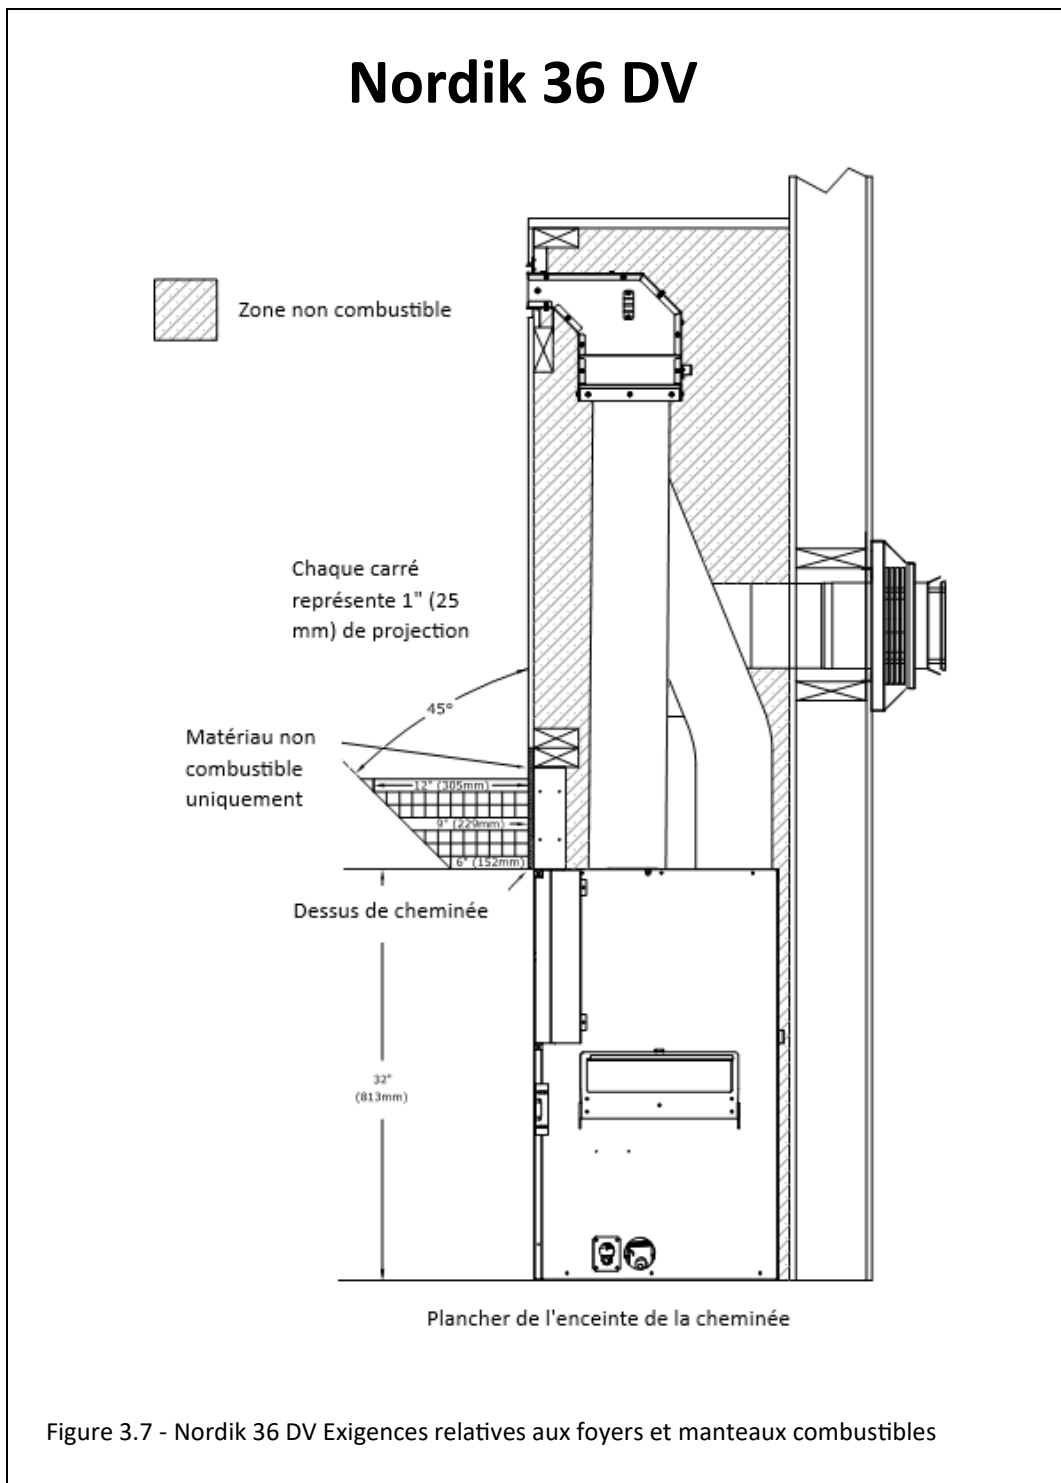

Figure 3.7 - Nordik 36 DV Exigences relatives aux foyers et manteaux combustibles
- La figure 3.7 montre les projections du manteau et de l'âtre pour le Nordik 36 DV autorisées lors de l'utilisation de ce KZK-036. L'image ci-dessous montre la projection du manteau à partir du bord de finition supérieur du foyer.